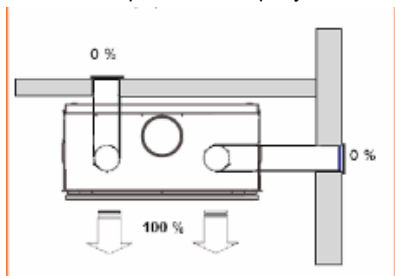

рис. 3
- 5) Снова откройте створку в противоположную сторону (ту, куда она будет открываться при эксплуатации очага), уберите инструменты, которые поддерживали свод в закрытом положении, закрутите предохранительный винт (рис. 3)
3) Вставьте стопорный винт в такое же гнездо с противоположной стороны и завинтите его; в таком же гнезде с другой стороны имеется еще один винт: поменяйте их местами! (рис. 3).